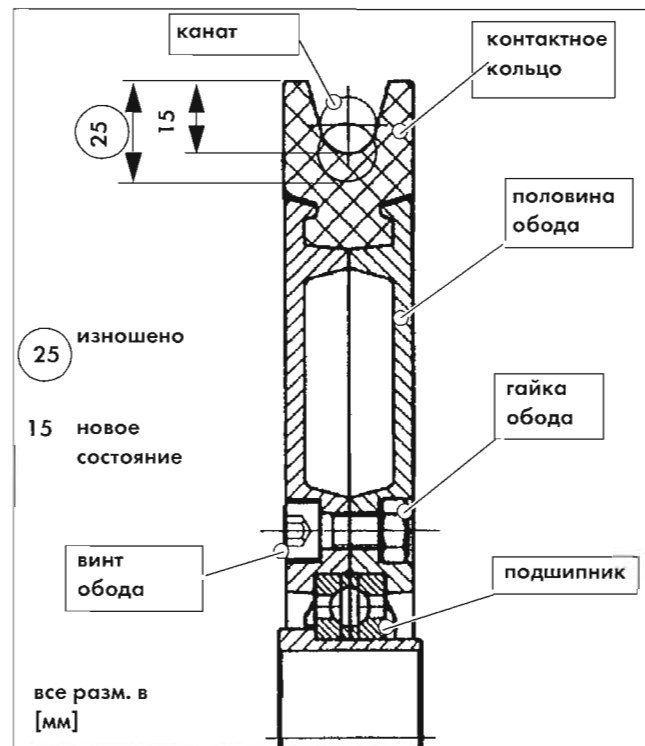

Рис. 8.3 Границы износа контактного кольца ролика накопителя CSA•1001 (ролик накопителя в поперечном сечении)
- Измерьте, достигли ли контактные кольца роликов накопителя границ износа (Рис. 8.3)!
В одной половинке обода имеется отверстие под гайку, защищающее от ее проворачивания и в другой половинке имеется цилиндрическое (круглое) отверстие под (круглую) головку винта с внутренним шестигранником (Рис. 8.3)!